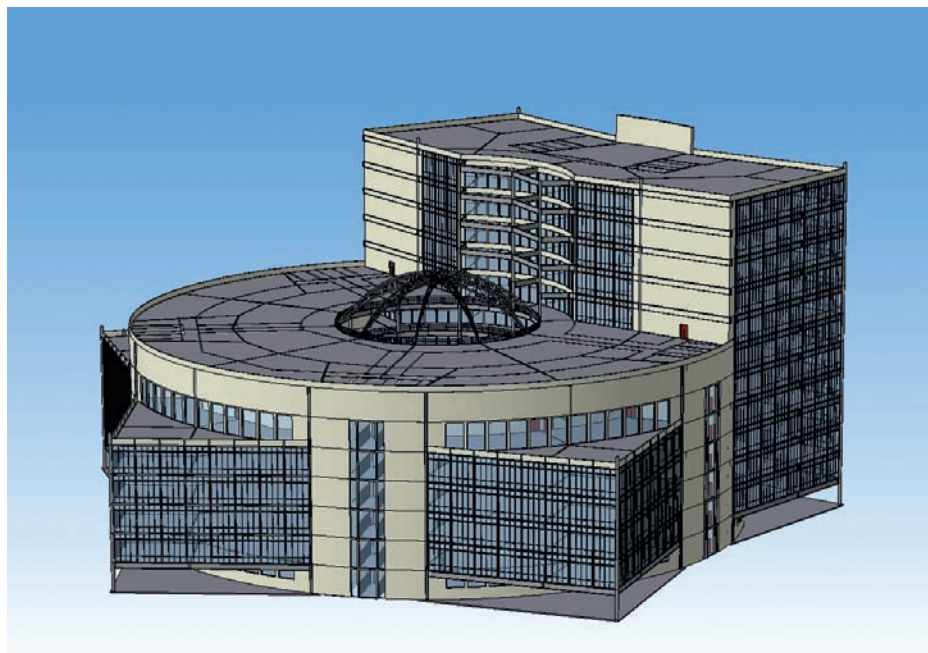

Рис. 2. ТЦ «Звезда»
- «ТЦ Звезда» — абстрактный торговый центр в форме звезды. Нижние 5 этажей отводятся под торговые и развлекательные площадки, а с 6 по 12 этажи располагаются офисы. Тестировались разделы проекта КМ и КЖ (рис. 2, 3).